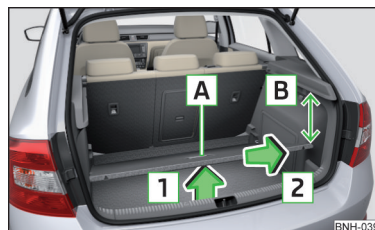

Fig. 94
- Prindeți podeaua variabilă de mânerul **A** » fig. 94.
- La scoaterea, respectiv introducerea podelei variabile, se va respecta distanța de 15 cm **B** » fig. 94 sub masca portbagajului - există pericol de deteriorare a garniturii capotei portbagajului.